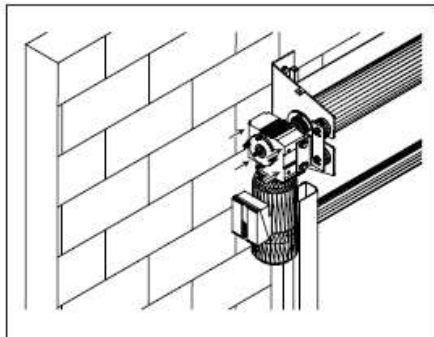

Figura 29
3. Encaje el conjunto accionador sin conjunto del final de carrera en el eje chavetado de la puerta (vea la figura 29).